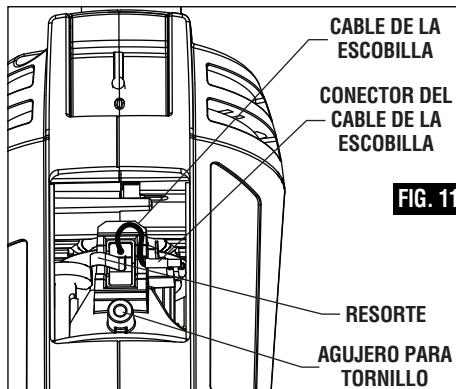

FIG. 11
4. Para quitar la escobilla, debe tirar hacia atrás del resorte que sujetla la escobilla en su sitio. Utilizando unos alicates de punta fina, tire cuidadosamente hacia atrás del extremo del resorte de la escobilla y póngalo a un lado de la escobilla, cerca del agujero para el tornillo de la puerta de la escobilla. Una vez que haya movido el resorte, usted podrá quitar la escobilla tirando del conector del cable de la escobilla (Fig. 11). Tenga cuidado de no golpear el resorte de la escobilla ni dañar el conector del cable de la escobilla. Tome nota de qué lado de la herramienta se ha quitado la escobilla.